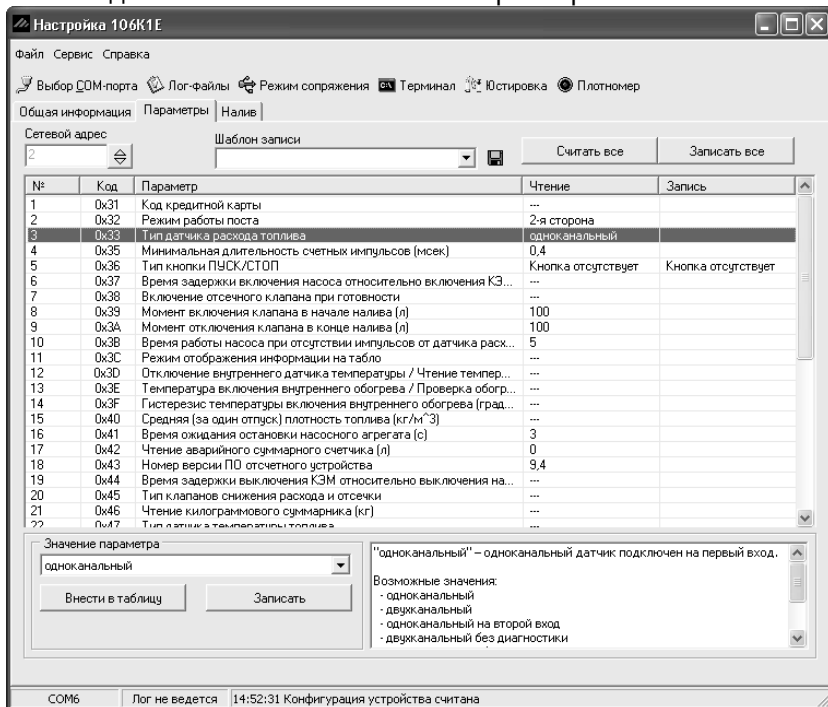

Рисунок 4
6.2.3 На вкладке "Параметры" (рисунок 4) можно просмотреть и при необходимости изменить значения параметров блока.